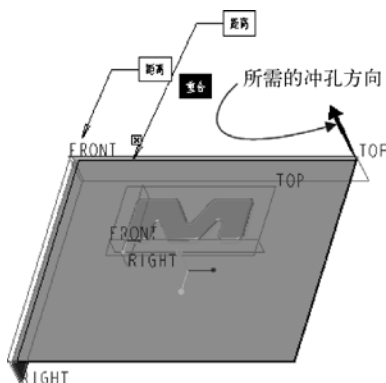

图 2-17 反向冲孔方向
(9) 在本例中应该确保冲孔方向如图 2-17 所示。如果发现预览的冲孔方向不符合设计要求, 那么需要在“凸模”选项卡中单击 (反向冲孔方向) 按钮, 使冲孔方向反向。